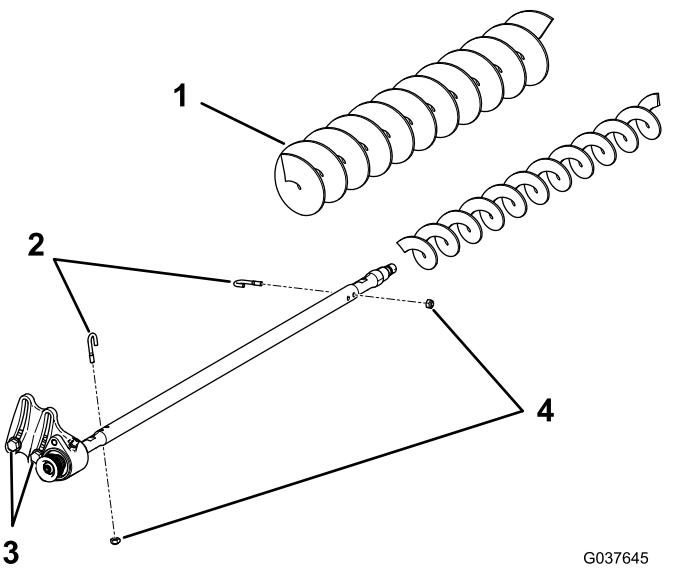

Figura 22
3. Togliete i 2 bulloni a J e i dadi (Figura 22).
4. Fate scorrere la spazzola esistente fino ad estrarla dall'albero (Figura 22).
5. Allentate i 2 bulloni, le rondelle e i dadi che fissano l'alloggiamento del cuscinetto di comando alla staffa di montaggio dell'alloggiamento del cuscinetto (Figura 22).
6. Fate scorrere la spazzola per altezze di taglio alte sull'albero della spazzola (Figura 22).
7. Bloccare la spazzola sull'albero con 2 bulloni a J e i dadi precedentemente rimossi (Figura 22).